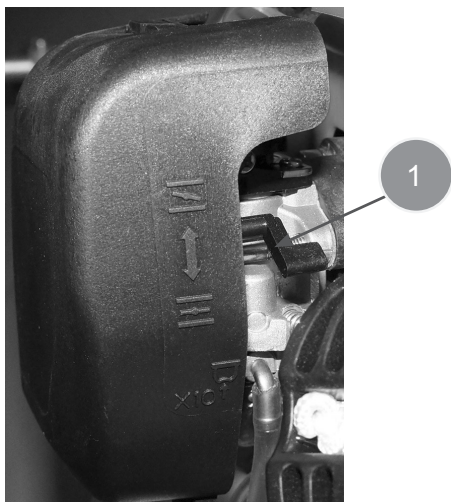
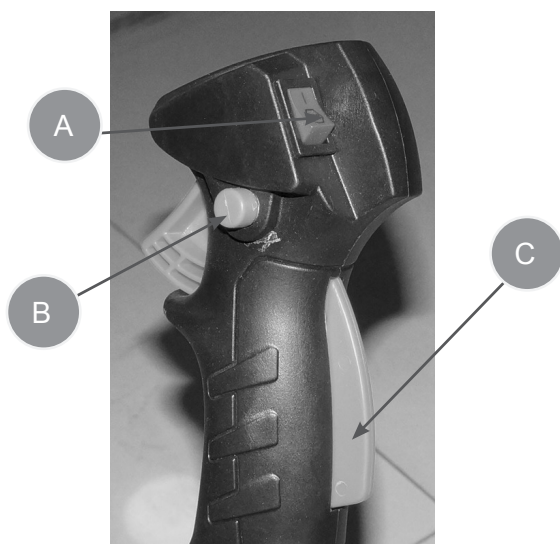

Рис.10
Рис.11
4. Закройте воздушную заслонку. Для этого рычаг заслонки 1 поднимите вверх (Рис.10).
5. Выключатель зажигания(А) установите в положение «I» Рис.11. Удерживая стопорный рычаг (С) Рис.10 нажмите на курок газа. Для облегчения запуска зафиксируйте курок газа стопором (В) Рис.11.